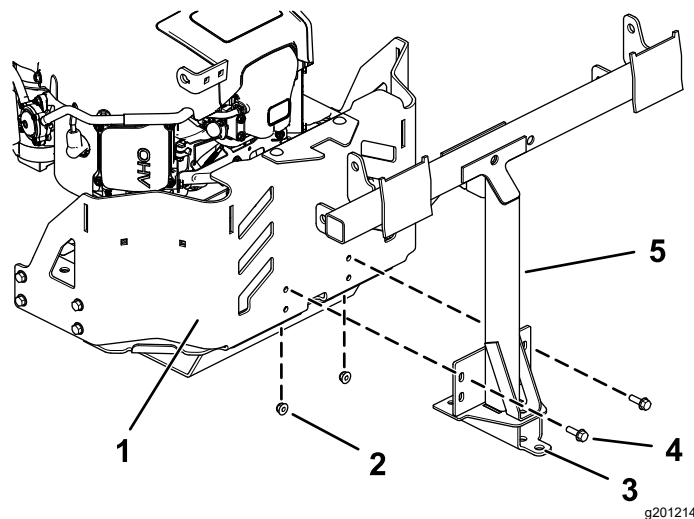

Figura 15
4. Fixai uor cadrul pivotant la cadrul mainii utilizând 2 uruburi (5/16 × 1") i 2 piulie (5/16") aa cum se arată în Figura 15.
6. Strângei cele 2 uruburi (5/16 × 1") i 2 contrapiulie (5/16") aa cum se arată în Figura 15.